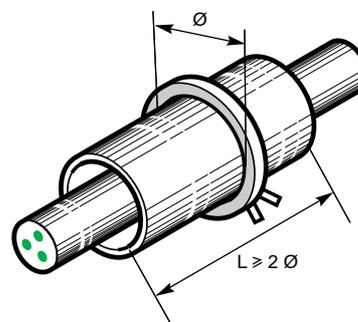

Fig. 3.9.
□ situar una plancha en el toroidal. Esta plancha debe ser de material magnético para homogeneizar el campo magnético, ver **fig. 3.9**. Se debe situar entre el toroidal y los conductores; reduce el riesgo de disparos intempestivos debido a los efectos magnéticos de las puntas de corriente.